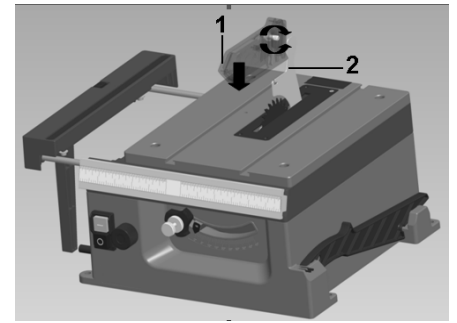

Рис. 17
6.3 Установка защитного ограждения пильного диска (Рис. 17)
- Установите ограждение пильного диска на расклинивающий нож, как показано на Рис. 17, штифт на основании ограждения должен попасть в паз на расклинивающем ноже, как показано на Рис. 17.